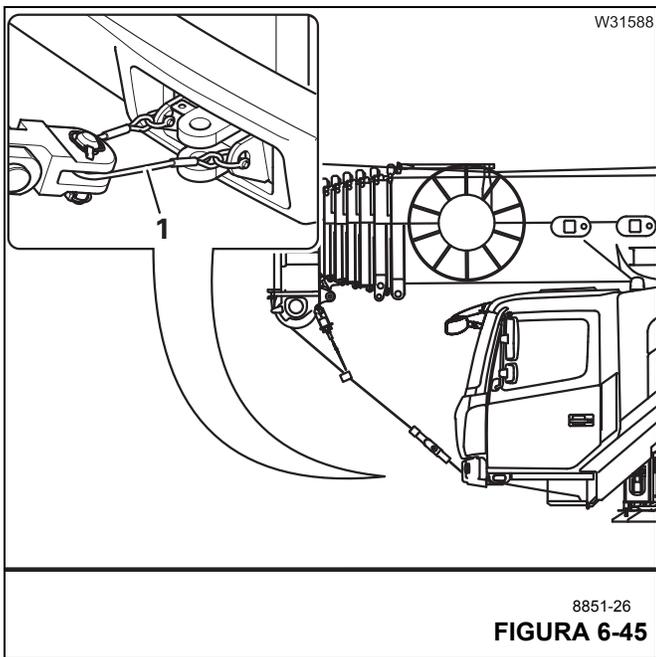

FIGURA 6-45
- Conecte la abrazadera del extremo del cable al cable de retención (1, Figura 6-45).